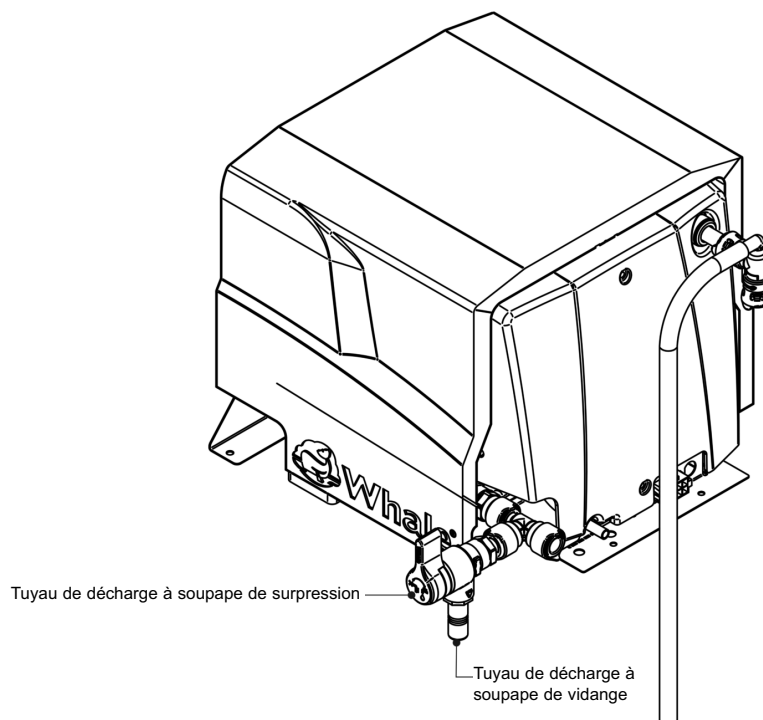

Fig. 14 Montage du tuyau de vidange
Étape 6 Montage des tuyaux de vidange (voir Fig. 14)